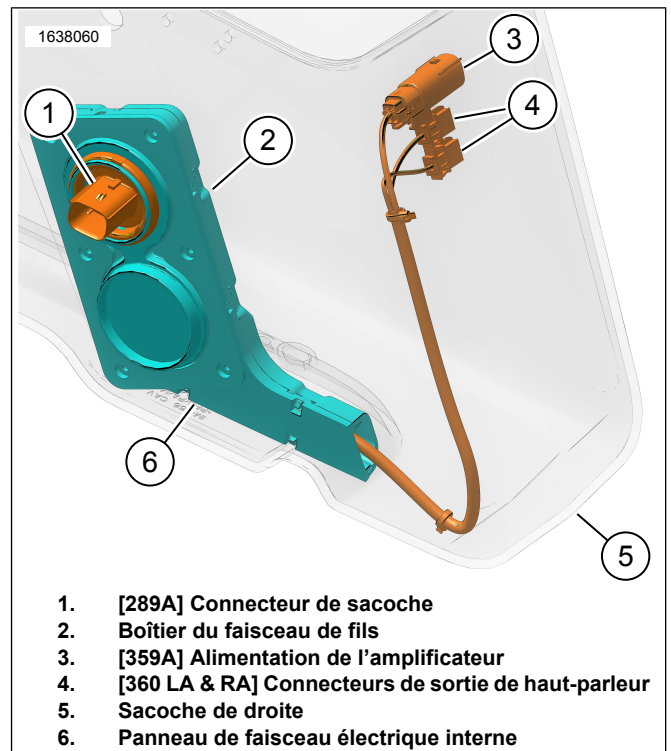
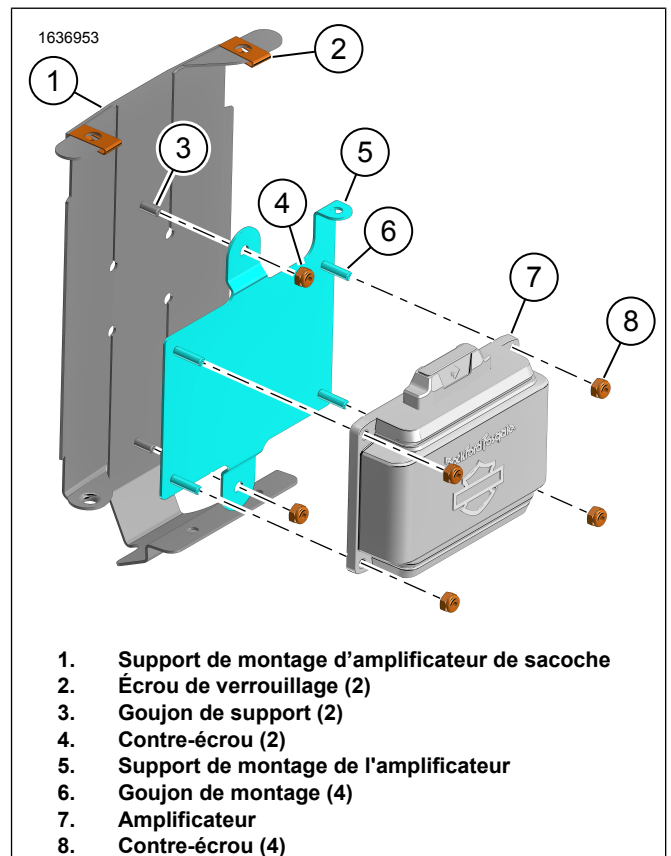
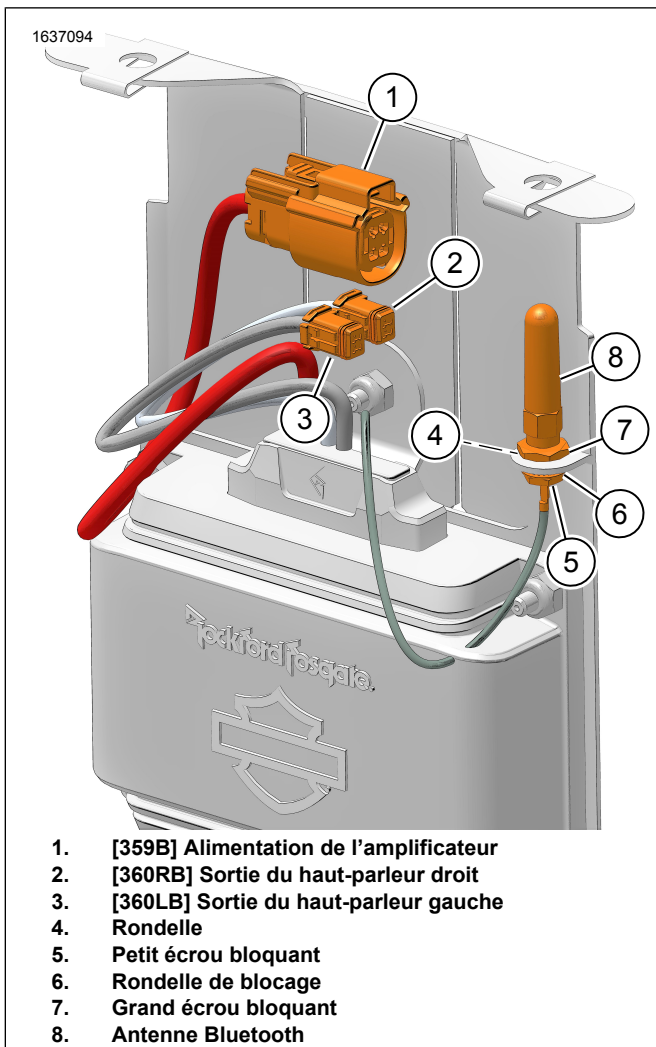
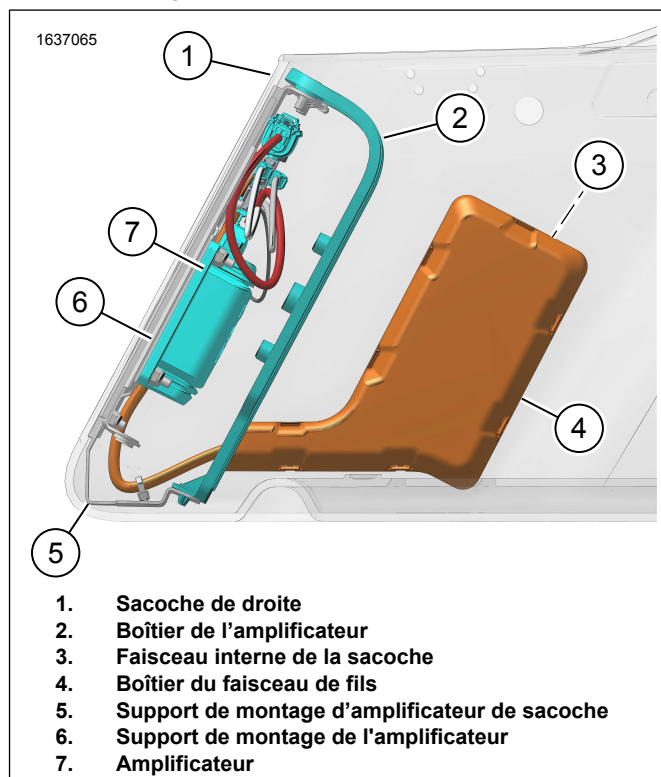

Figure 8. Faisceau électrique interne 69202871
Figure 9. Support de montage d'amplificateur
Figure 10. Assemblage de l'amplificateur
Figure 13. Faisceau de sacoche avec amplificateur
8. Voir la Figure 8. Installez le faisceau électrique interne comme indiqué.
- a. Installez le boîtier du faisceau électrique (2).
9. Voir la Figure 10. Assemblez l'antenne.
- a. Installez une petite rondelle de verrouillage (5) et une rondelle de verrouillage (4) à la base de l'antenne.
- c. Installez la rondelle (4) et le grand contre-écrou (7). Serrer l'assemblage.
10. Voir la Figure 9. Assemblez le support de montage de l'amplificateur.
- a. Installer les écrous à ressort (2).
- b. Installez le support de montage de l'amplificateur (5) sur le goujon de montage (3).
- c. Installer l'écrou bloquant (4). Serrer.
- d. Installez l'amplificateur (7).
- e. Installer l'écrou bloquant (4). Serrer.
11. Voir la Figure 13. Installez l'assemblage des supports de montage de l'amplificateur.
14. Consultez Figure 8 et Figure 10 . Branchez le faisceau électrique interne à l'ensemble de l'amplificateur.
15. Voir la Figure 10. Branchez les fils de haut-parleur droit à l'ensemble de l'amplificateur.
Consultez Figure 8 et Figure 10 . Branchez le faisceau électrique interne à l'ensemble de l'amplificateur.